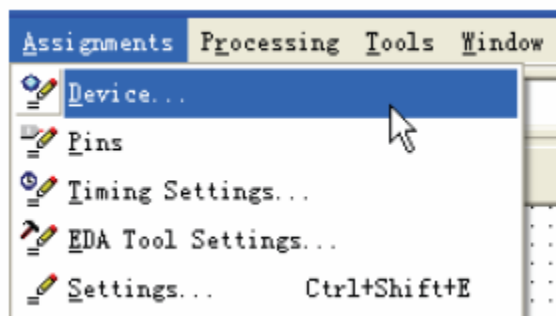
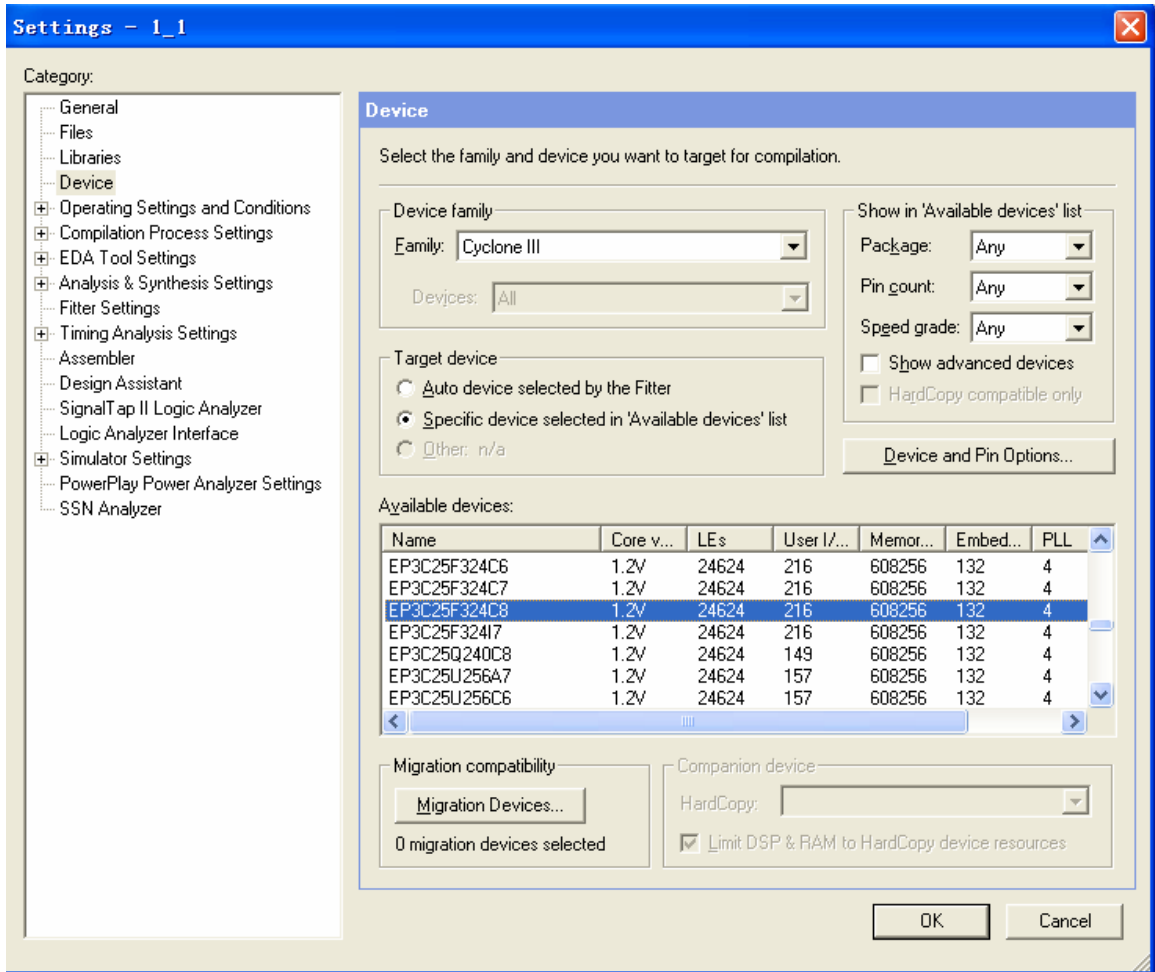
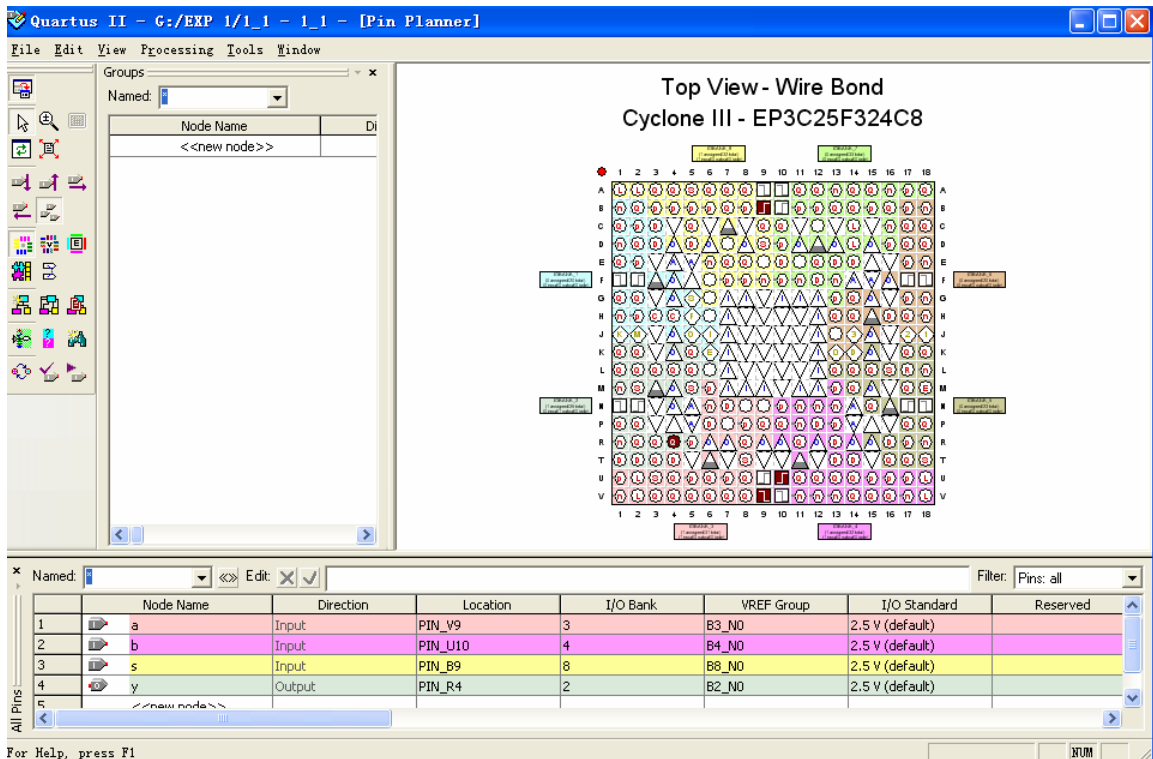
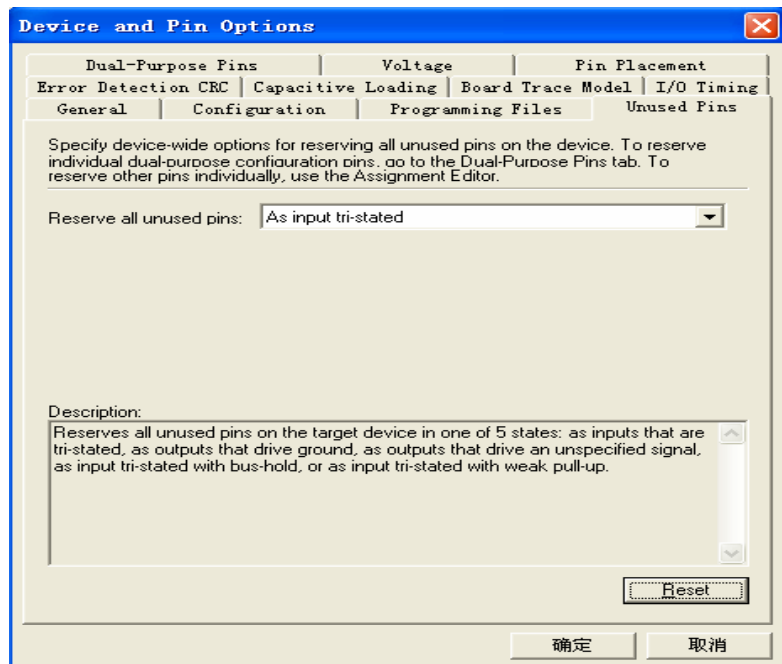

图 2.16 打开器件选择对话框
图 2.17 器件选择对话框
图 2.18 分配管脚对话框
图 2.19 未用管脚设置
如图 2.16 所示，选择【Assignments】>>【Device...】打开器件选择对话框如图 2.17 所示。在对话框中，指定所需的目標器件型号，本实验为EP3C25F324C8。
- 如图 2.16 所示，选择【Assignments】>>【Pins】打开管脚分配对话框如图 2.18 所示。
- 按照要求在To 栏中，输入各管脚名称，在Location 下拉选择相应的管脚，也可以在Location 下输入管脚号(如pin_50)来快速定位，最终分配的结果如图 2.18 所示。
点击图 2.17 中的 **Device and Pin Options...**，打开 Device & Pin Options 对话框。在 Device & Pin Options 对话框中选择 **Unused Pins** 标签页进行没有使用管脚的设置，按照图 2.19 所示设置将未使用管脚设置为高阻输入，这样上电后 FPGA 的所有不使用管脚后将进入高阻抗状态。
在设计中一定要将未定义的管脚定义为三态输入，如图 2.19 所示。注意**一定不能**将未定义（不使用）管脚模式设置为输出，并连接到地（As outputs, driving ground）。否则，可能会造成连接在核心板上的Flash、sram 等未使用的芯片冲突而损坏芯片。
在图 2.17 中的左边框中，选择相应的设置选项进行设置，一般实验采用默认的编译设置，不进行任何修改，若要进行编译选项设置，请参考Altera 的Quartus II 使用手册。